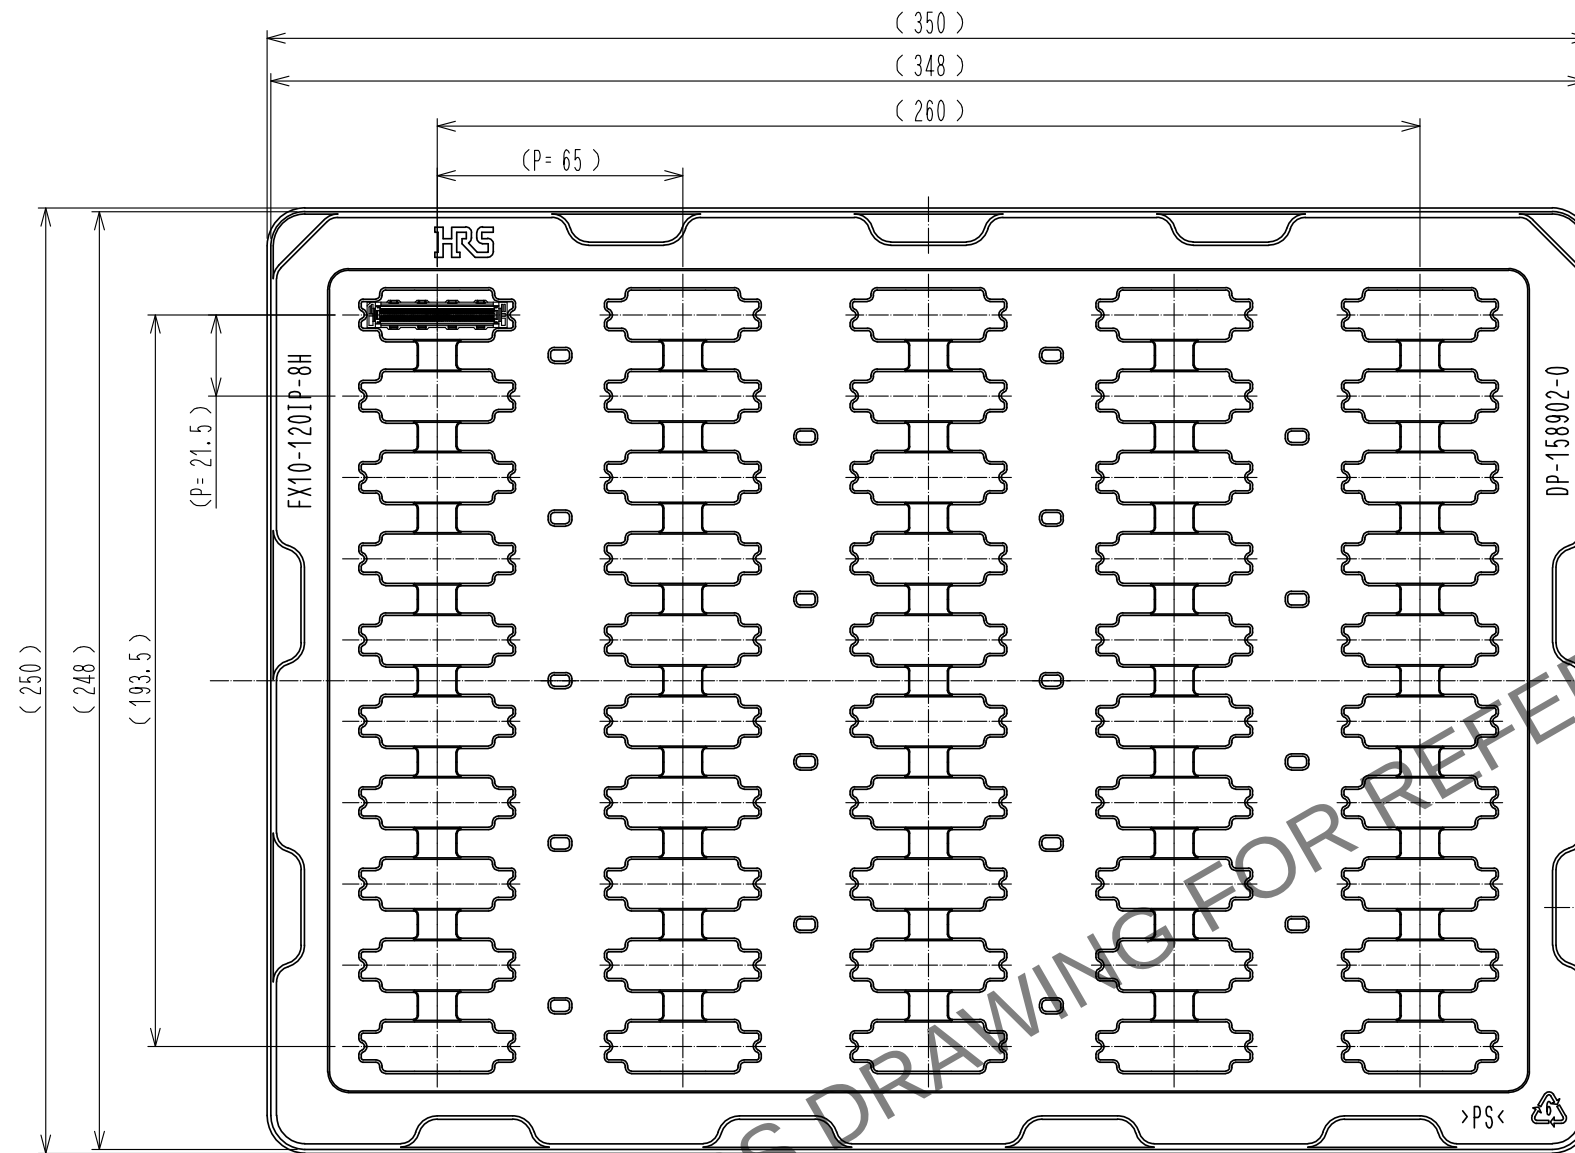

Fig.3 梱包状態図 (1:2)
- 6 本製品は1ソフトトレイに50個入りとなります。詳細はFig. 3を参照ください。